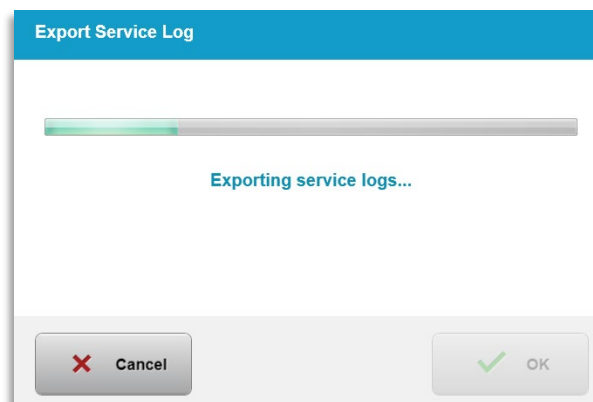

Bild 3-58. Export av servicelogg pågår
- Systemet börjar automatiskt överföra serviceloggen och visar en förloppsindikator för överföringen, vilket visas på bild 3-58.